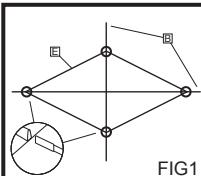

FIG1
- Inserte los tubos completamente dentro de los canales. (FIG1)